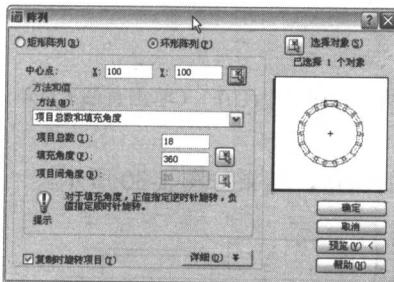
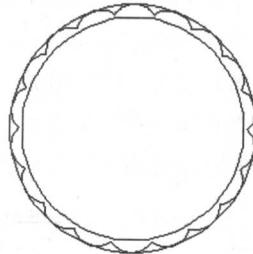

图 1-25
图 1-26
(6) 单击“修改”|“阵列”命令, 弹出“阵列”对话框, 在该对话框中进行相关设置, 如图1-25所示。从图中可以看出, 此时通过选中“环形阵列”单选按钮来进行环形阵列设置。同时单击“选择对象”按钮 F5 , 选取经过修剪后得到的圆弧为阵列对象, 并捕捉两构造线的交点为阵列中心, 将阵列项目设为18、填充角度设为360, 单击对话框中的“确定”按钮, 完成阵列操作, 删除辅助线后, 结果为如图1-26所示的把手图。